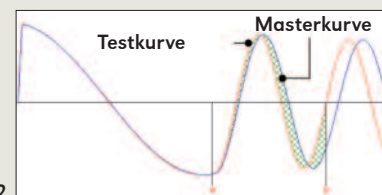

Bild 2
2. Differenzflächenauswertung (Bild 2)